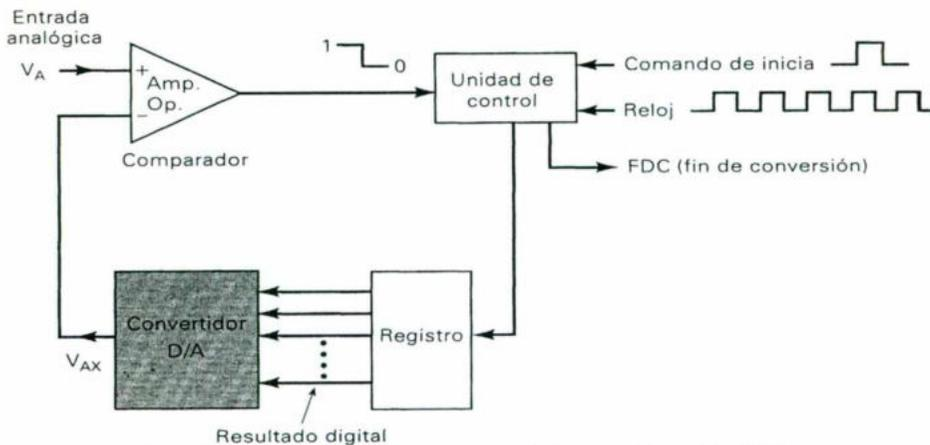
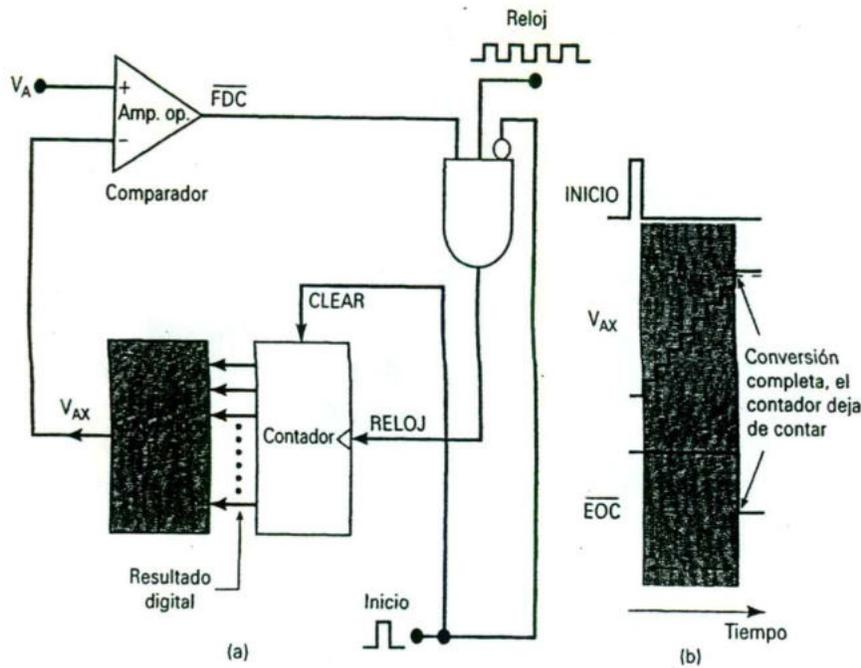

FIGURA 9.6 Diagrama general de una clase de ADC.
Figura 9.7 ADC de rampa digital.
En una de las versiones más simples del ADC de la figura 9.6, se usa un contador binario como registro y permite que el reloj incremente el contador un escalón a la vez hasta $V_{AX} > V_A$. Se llama **ADC de rampa digital** porque la forma de onda en V_{AX} es una rampa (en realidad una escalera) escalón por escalón como la que se muestra en la figura 9.7. También se denomina *ADC tipo contador*.
En la figura 9.7 se muestra el diagrama de una ADC de rampa digital. Contiene un contador, un DAC, un comparador analógico y una compuerta AND de control. La salida del contador sirve como la señal activa en BAJO de fin de conversión *FDC*. Si suponemos que V_A , el voltaje analógico que será convertido es positiva, la operación es la siguiente:
5. A medida que el contador avanza, la salida del DAC, V_{AX} , se incrementa un escalón a la vez, como se muestra en la figura 9.7(b).
Suponga los siguientes valores para el DAC de la figura 9.7: frecuencia de reloj (CLK) = 1 MHz; $V_T = 0.1$ mV; DAC tiene salida a plena escala = 10.23 V entrada de 10 bits. Determine los siguientes valores.
El tiempo de conversión se muestra en la figura 9.7(b) como el intervalo entre el fin del pulso de INICIO y la activación de la salida FDC . El contador empieza el conteo desde 0 hasta que V_{AX} excede V_A , punto en el cual FDC pasa a BAJO para terminar el proceso de conversión. Debe estar claro que el valor del tiempo de conversión, t_c , depende de V_A . Un valor mayor requerirá más escalones antes que el voltaje de rampa exceda V_A .
Si nos remitimos a la figura 9.7 veremos claramente que la salida del comparador nunca pasará a BAJO, puesto que el voltaje de escalera nunca puede exceder V_A . Así, se aplicarán pulsos de manera continua al contador, de tal forma que contará repetitivamente desde 0 hasta un máximo, se reciclará a 0, nuevamente contará hacia arriba, etcétera. Esto producirá formas de onda de escalera repetitivas en V_{AX} pasando de 0 al límite de escala y este ciclo continuará hasta que V_A disminuya por abajo del límite de escala.